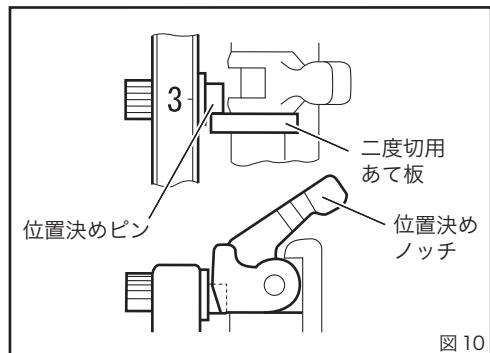

図 10
- ①ダイヘッドをセットの状態にしてください。
- ②位置決めノッチを倒して、二度切用あて板に位置決めピンを当てた状態で一度目のねじ切りを行います。(図 10)